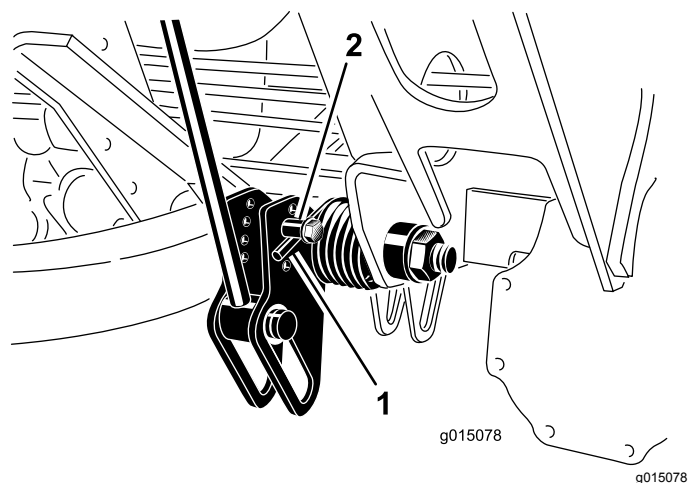

Figura 58
2. Insira um tubo ou objeto semelhante na extremidade longa da mola para aliviar a tensão durante o ajuste (Figura 58).
3. Enquanto alivia a tensão da mola, retire o parafuso e a porca de bloqueio que prendem o atuador de mola ao suporte (Figura 58).